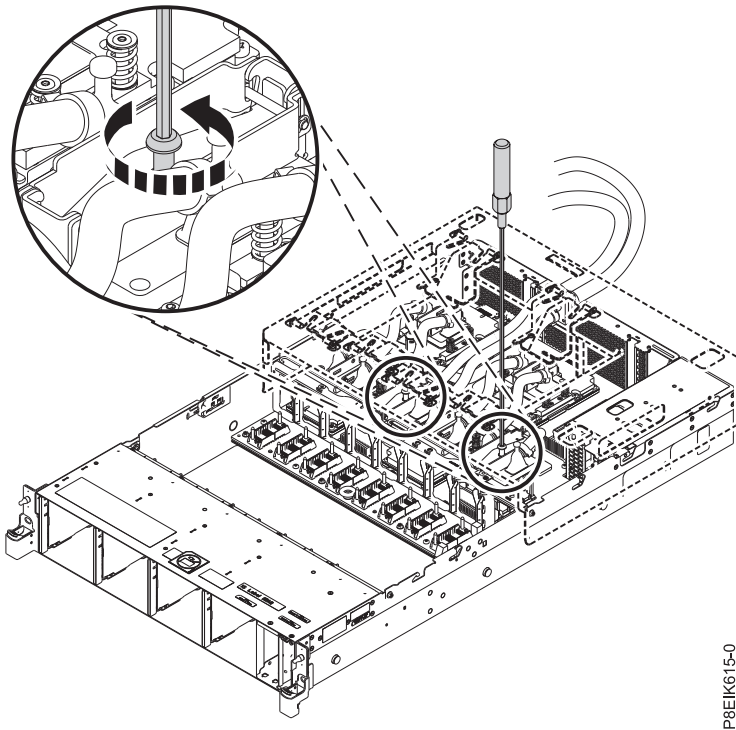

Figure 180. Desserrage de la vis de maintien de la plaque froide
- a. Desserrez la vis de maintien de la plaque froide en tournant la clé hexagonale fournie dans le sens contraire des aiguilles d'une montre (voir figure 180). Desserrez la vis jusqu'à ce qu'elle puisse bouger librement.